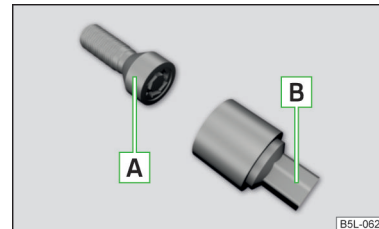

Abb. 244
Die Anti-Diebstahl-Radschrauben schützen die Räder vor einem Diebstahl. Diese können nur mithilfe des Adapters **B** » Abb. 244 gelöst bzw. festgezogen werden.
- › Den Adapter **B** » Abb. 244 mit der verzahnten Seite bis zum Anschlag in die innere Verzahnung im Kopf der Anti-Diebstahl-Radschraube **A** stecken.